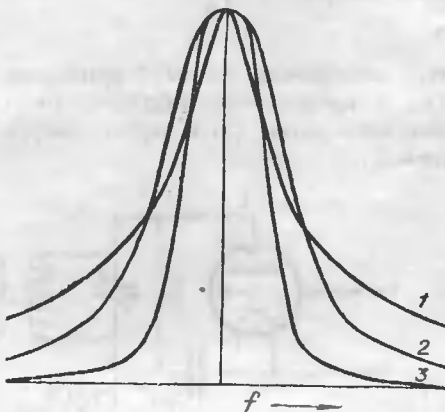

Рис. 16
сильная связь (катушки ближе или конденсатор  $C$  меньше); кривая  $O$  изображает для сравнения кривую резонанса одного контура. Для целей радиоприема, повидимому, наиболее выгодным являются такие связи между контурами, при которых кривая приближается к форме 2. На рис. 16 даны для сравнения кривые для одного контура (1) и для фильтров из двух (2) и трех (3) контуров в подобных предельных условиях.